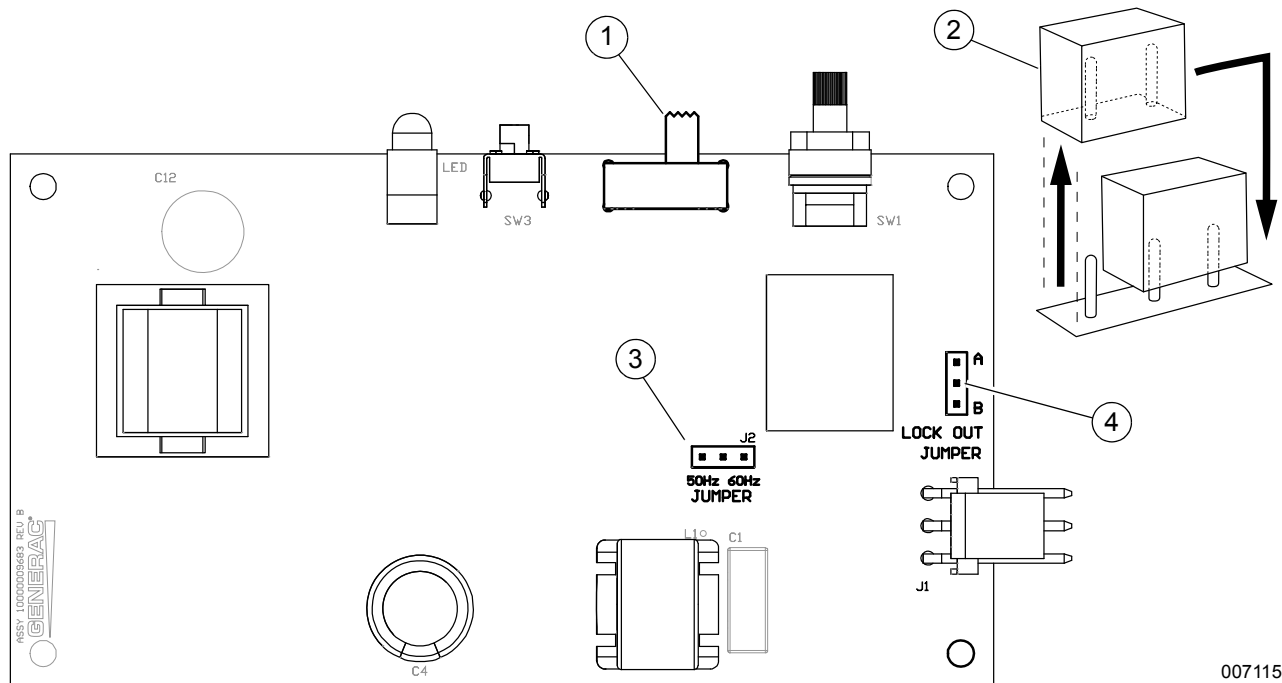

Figure 2-2. Placement des cavaliers
1. Voir **Figure 2-2**. Mettre le commutateur de verrouillage (1) en position LOCKOUT LOAD ON GENERATOR.
2. Placer le cavalier de sélection de mode (4) sur la carte de commande comme indiqué sous **Placement des cavaliers**.
Voir **Figure 2-2**. La carte de commande du SMM comporte deux cavaliers amovibles (2). L'emplacement des cavaliers est indiqué sur le schéma :
- (3) Cavalier de fréquence
- (4) Cavalier de sélection de mode (marqué « Lock Out Jumper » sur la carte de commande)